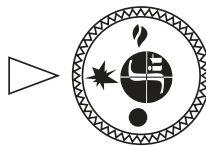

Рис. 10.
- 7.3. Для розжига пилотной горелки ручка управления переводится в положение «искр » (рис. 10).